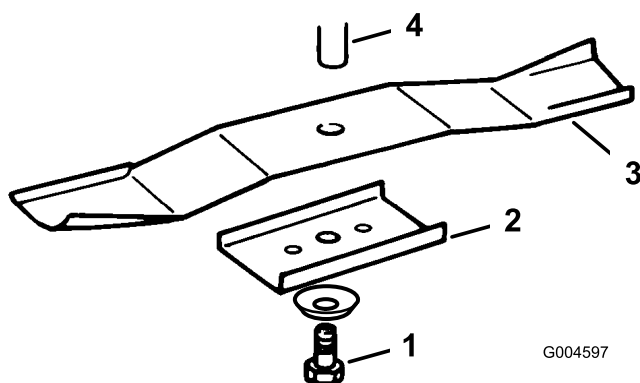

Figura 36
3. Togliete il bullone (chiave da 16 mm [5/8"]), la rondella curva, il fermo e la lama (Figura 36). In sede di rimozione del bullone, per bloccare la lama inserite un blocco di legno tra la lama e il tosaerba.
- Montate la lama, il fermo, la rondella curva (lato concavo verso la lama) ed il bullone della lama (Figura 36).